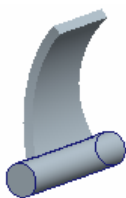
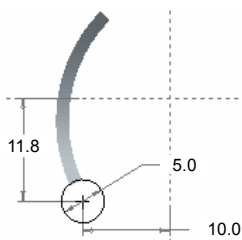

图 5.38.94 拉伸 3
图 5.38.95 截面草图
Step5. 创建图 5.38.94 所示的拉伸特征 3。在操控板中单击“拉伸”按钮 。选取 FRONT 基准平面为草绘平面，选取 RIGHT 基准平面为参考平面，方向为 ；单击  按钮，绘制图 5.38.95 所示的截面草图，在操控板中选择拉伸类型为 ，输入深度值 24.0。单击  按钮，完成拉伸特征 3 的创作。